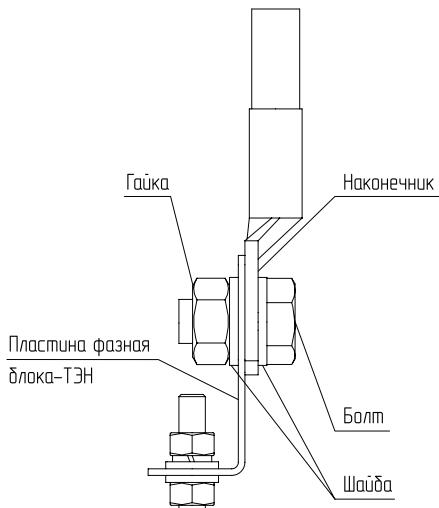

Рис.6 Присоединение проводов к выводам блок ТЭН
- При замене блок ТЭН присоединение фазных проводов к выводам блок ТЭН производить согласно **Рис.6**. Сечение кабеля указано в **Таб.1, Таб.2**;
- Провод нейтрали «N» подключить на перемычку блока ТЭН (**Рис.6**).